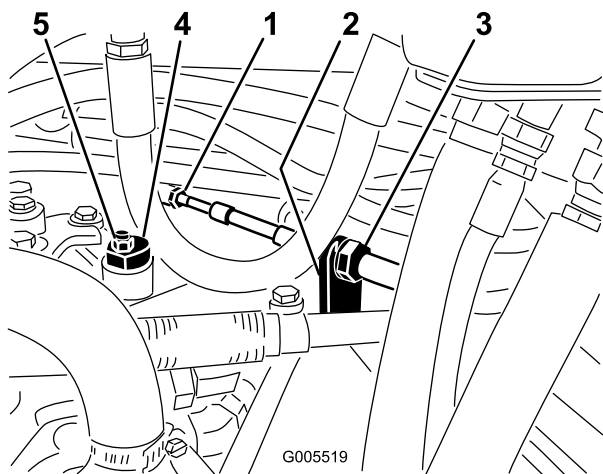

Figure 55
- A. Desserrez les écrous de blocage qui fixent le câble de commande de transmission à la cloison sur l'hydrostat (Figure 55). Desserrez les écrous de blocage uniformément et suffisamment pour permettre le réglage.
**Remarque:** Desserrez l'écrou de fixation de l'excentrique en haut de l'hydrostat (Figure 55).
- C. Tournez l'excentrique jusqu'à ce que la roue ne tourne plus dans aucune direction. Lorsque la roue arrête de tourner, serrez l'écrou pour bloquer l'excentrique et le réglage (Figure 55). Vérifiez
- D. De chaque côté de la cloison, serrez les contre-écrous uniformément pour fixer le câble de transmission à la cloison (Figure 55).